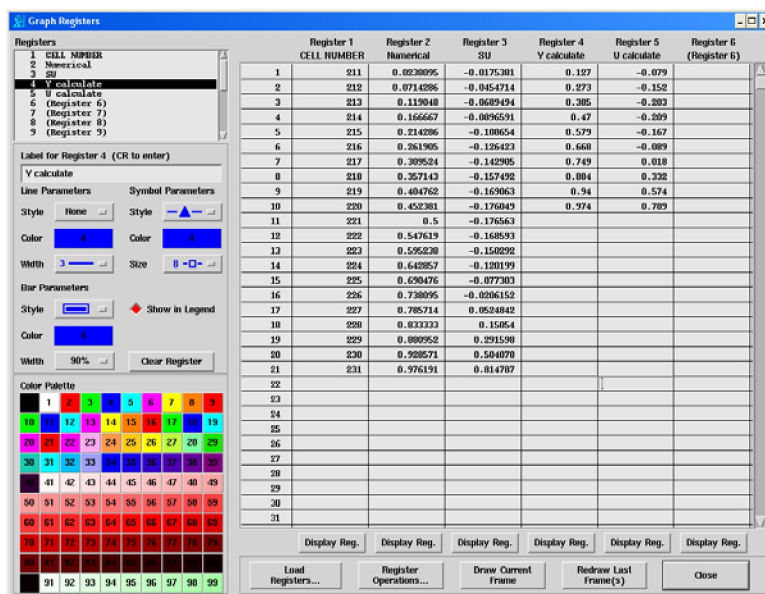

Рис. 10.11. Окно *Graph Registers*
- Результирующий вид окна *Graph Registers*, после выполнения вышеприведенных операций, показан на рис. 10.11.